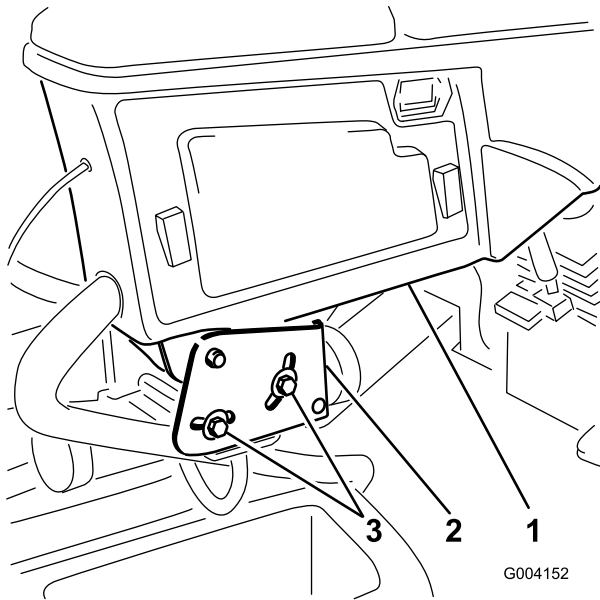

図2
1. コントロールアームをリテーナブラケットに固定している2本のボルトをゆるめる **図2**。